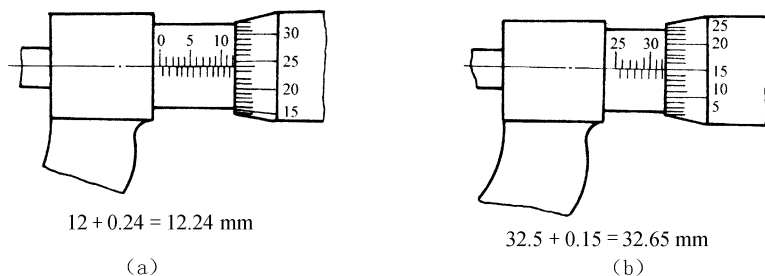

图 3-27 外径千分尺的读数方法
① 读出微分筒左侧固定套筒上露出刻线的整毫米及半毫米数值。为了使刻线间距清晰，易于读出，固定套筒上的1 mm 刻线与0.5 mm 刻线分别在基准线两侧，识读时应注意不要错读或漏读0.5 mm。
② 找出微分筒上哪一格刻线与固定套筒基准线对齐，读出尺寸不足0.5 mm 的小数部分。
③ 将两部分读数相加，即为测得的实际尺寸，如图3-27所示。